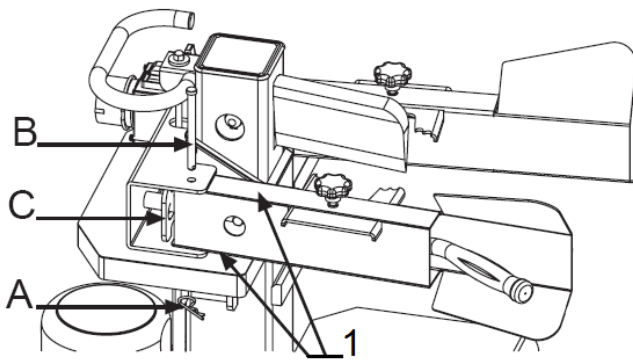

Abb. 6 : (1) Schmieröl auftragen
1. Spannstift (A) herausziehen, um den Schlossstift (B) zu entfernen. (s. Abb. 6)